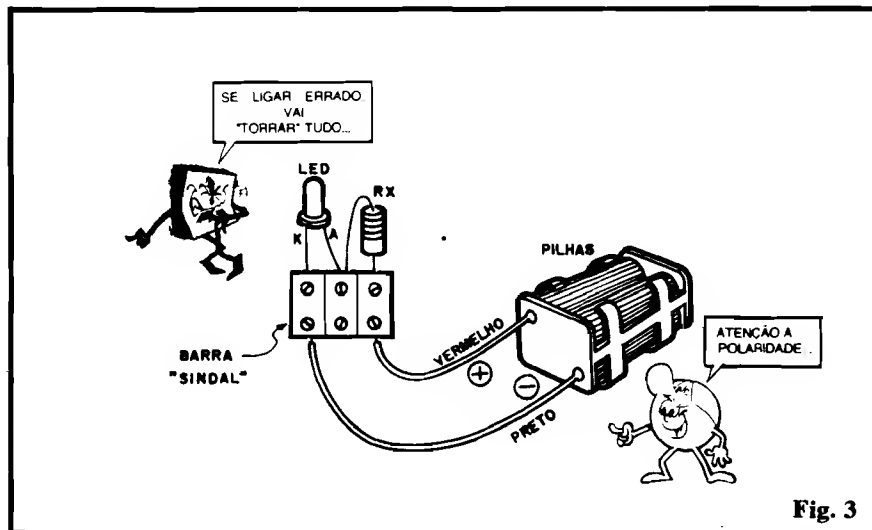

Fig. 3
- **FIG. 3** - Diagrama das ligações dos componentes em “vista real” (peças estilizadas, mostradas “como elas são”). Aqui em ABC chamaremos sempre esse tipo de representação de **CHAPEADO** (um termo antigo, que vem do “tempo da válvula”, utilizado para a representação “real” dos circuitos, em contraposição à representação apenas simbólica, que se convencionou chamar de **ESQUEMA**...)
Outra experiência (no mesmo arranjo básico mostrado para a fig. 3): mantenha, no lugar de RX, o resistor de 470R (amarelo-violeta-marrom), ligando inicialmente, na alimentação (é assim - ALIMENTAÇÃO - que chamamos, em Eletrônica, a fonte de energia ou
corrente que... "alimenta" o circuito...), o suporte com 4 pilhas. Observe bem o brilho do LED. Substitua, então, a alimentação pelo **outro** suporte, agora com apenas 2 pilhas, ligando-o à barra de conectores parafusados, respeitando a POLARIDADE indicada na fig. 3. Coloque as pilhas e observe o brilho do LED... Diminuiu bastante a luz, não é...? Vamos ver por que razão isso aconteceu. temos, agora, na alimentação, uma tensão de apenas 3 volts (2 pilhas x 1,5 volts cada). Considerando a QUEDA DE TENSÃO no LED, o cálculo da corrente no circuito fica assim: